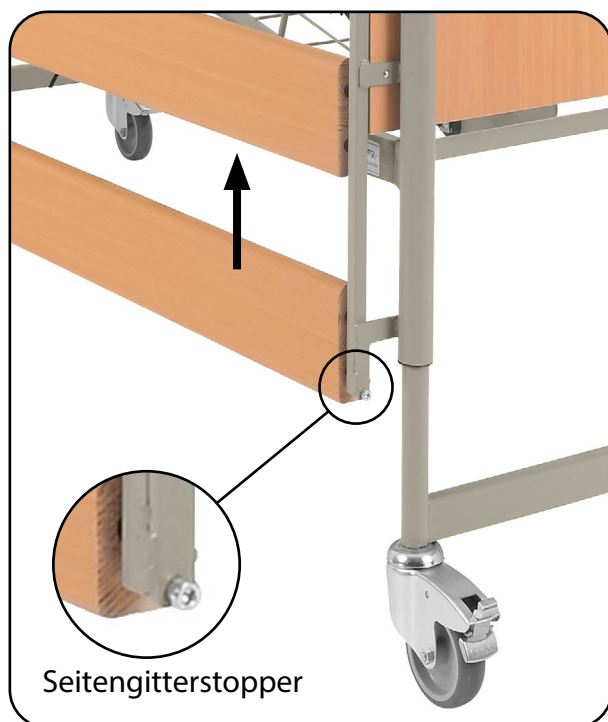

Abb. 6.4.02 – Montage der Seitengitter
4. Heben Sie nun das Seitengitter am oberen Holm auf und führen Sie es mit den Seitengittergleitern in die Schienen ein. Die abgerundeten Kanten der Seitengitterholme müssen dabei nach oben zeigen. Ziehen Sie die Seitengitterholme am oberen Holm hoch bis beide Seitengittergleiter einrasten (Abb. 6.4.02).